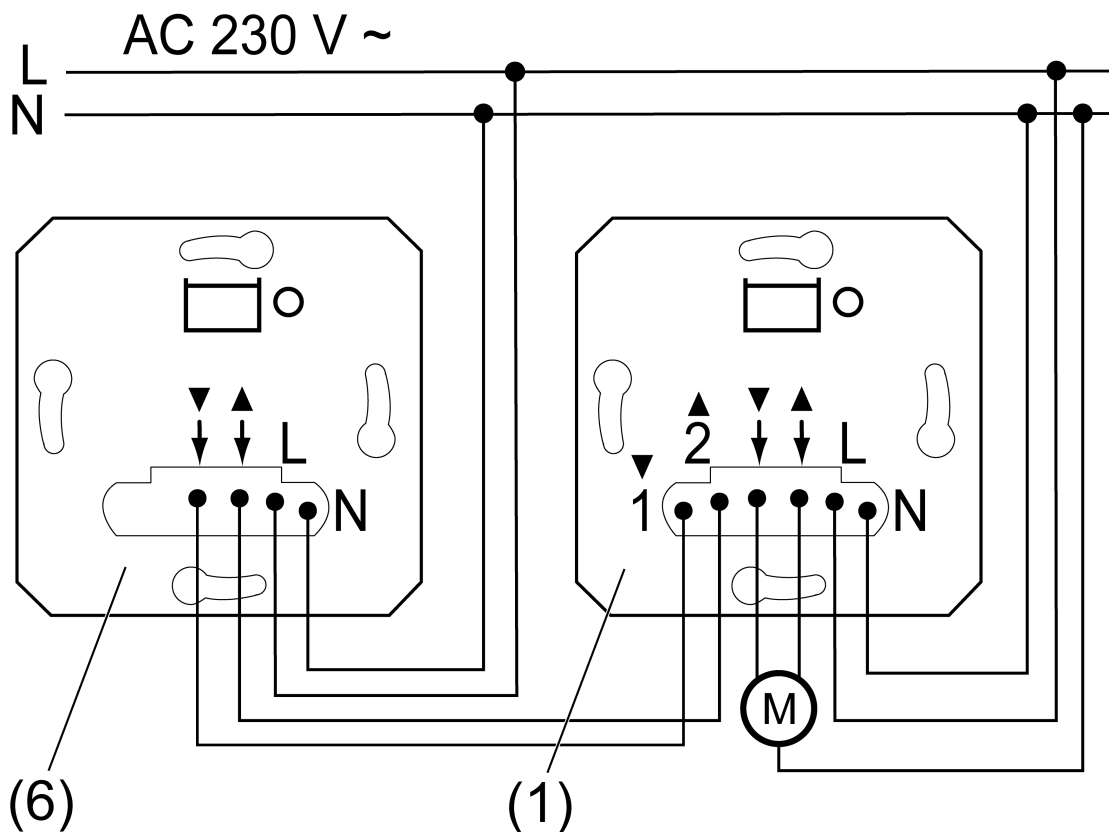

Рисунок 2: Вставка с подчиненным узлом локальной сети
- Вставка жалюзи (1) для управления на месте. Опция: подключение подчиненного узла локальной сети (6) (рисунок 2). Вместо вставки жалюзи в качестве подчиненного узла локальной сети может также использоваться механический кнопочный выключатель или переключатель жалюзи.